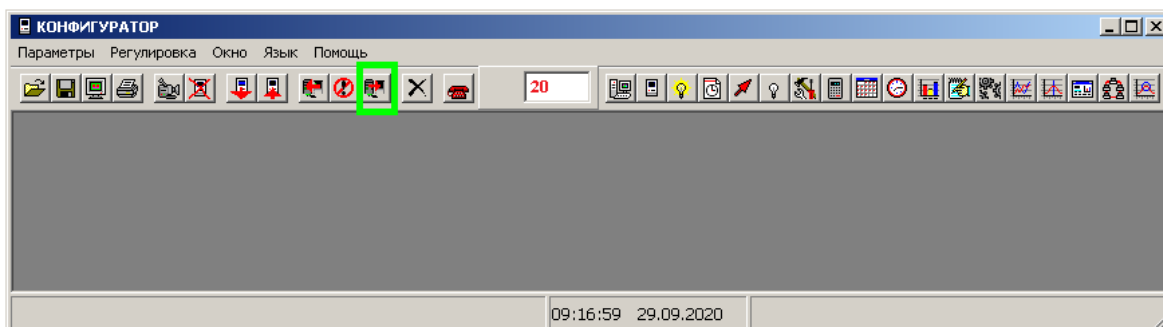

Рисунок 7.3 – Кнопка Записать в счетчик
7.4 Нажать кнопку  **Записать в счетчик** на панели инструментов (см. рисунок 7.3).